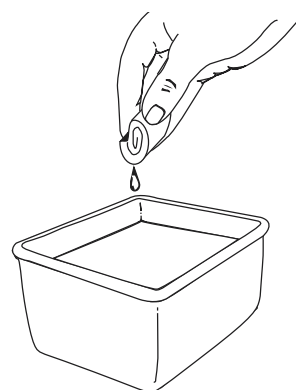

Fig. 25
3. Lave el filtro con agua y detergente (Fig. 25). Enjuague bien el filtro. Escorra el exceso de agua. Déjelo secar por completo.